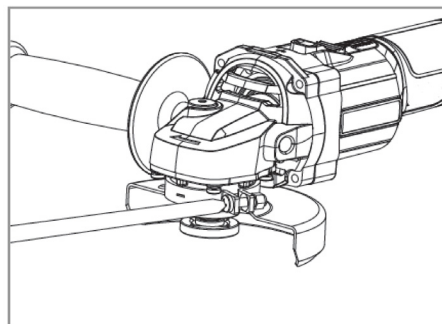

Рис. 7
2. Отрегулируйте положение защитного кожуха и зафиксируйте защитный кожух с помощью винта (рис. 7).